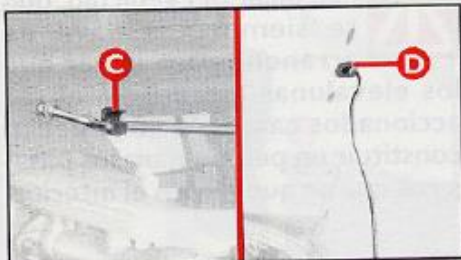

fig. 56
– suelte la varilla de sujeción del soporte **C**-fig. 56 y póngala en el alojamiento **D** del capó.
1) Mantenga levantado el capó con una mano y con la otra quite la varilla **fig. 56** del alojamiento **D** y colóquela en su dispositivo de bloqueo **C**.